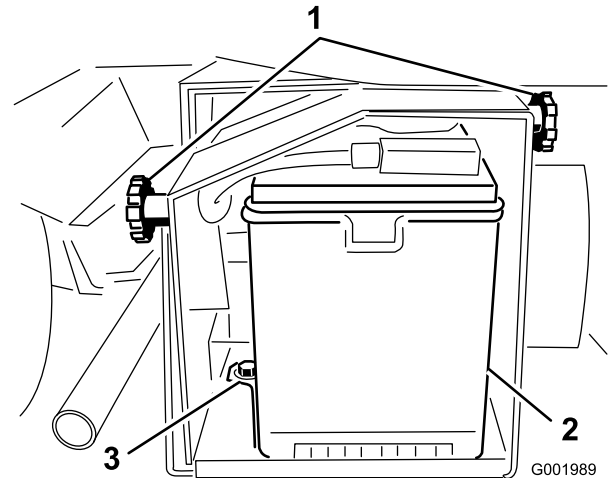

Figura 57
2. Afloje los pomos de los lados de la caja de la batería y retire la tapa de la batería (Figura 57).
5. Retire el dispositivo de sujeción de la batería y los herrajes (Figura 57).
2. Instale el dispositivo de sujeción de la batería, fijándolo con los herrajes que retiró anteriormente (Figura 57).
4. Instale la tapa de la batería y fíjela con los 2 pomos (Figura 57).
1. Afloje los pomos de los lados de la caja de la batería y retire la tapa de la batería (Figura 57).